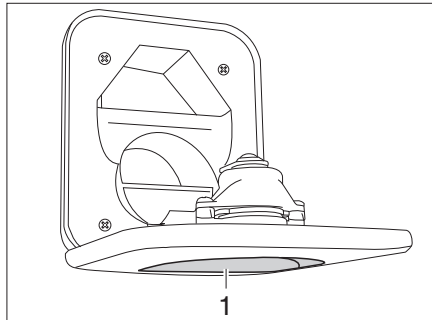

Bild 261 Frischwasser-Einfüllstutzen für Toilette
- Frischwasser-Einfüllstutzen für Toilette (Bild 261,1) oberhalb der Klappe für die Thetford-Kassette öffnen und nach unten schwenken.